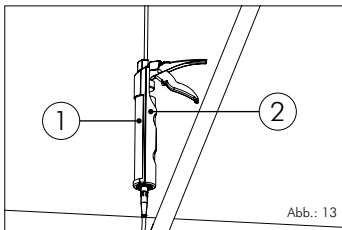

Abb.: 13
**7** Harzkartusche in Kartuschenpistole einlegen (siehe Abb.: 13).
Legende zu Abb.: 13